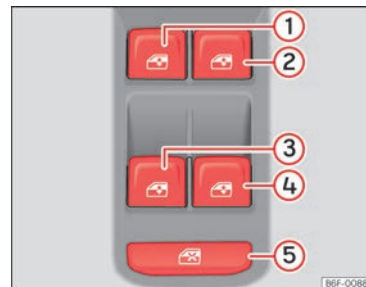

Abb. 58 Ausschnitt der Fahrertür: Schalter für die Fenster.
Mit dem Sicherheitsschalter **>>> (Abb. 58) ⑤** in der Fahrertür können die Fensterheber-Tasten in den hinteren Türen außer Funktion gesetzt werden.